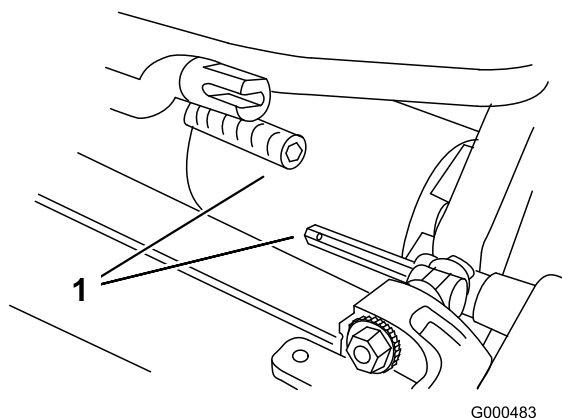

図 15
6. カッティングユニットを51 mmくらい引出し、次に右に引き出してトランスミッションのカップリング（図 15）を外す。